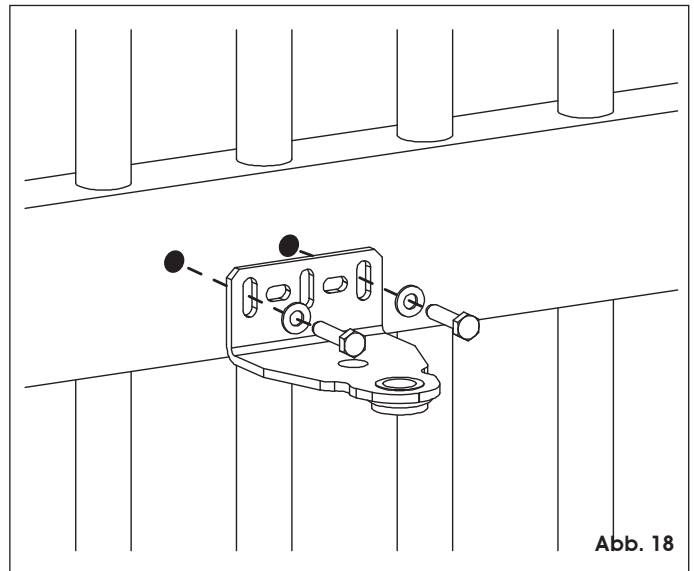

Abb. 18
12. Den vorderen Bügel mit angemessenen Befestigungsmitteln endgültig fixieren (siehe Abb. 18).